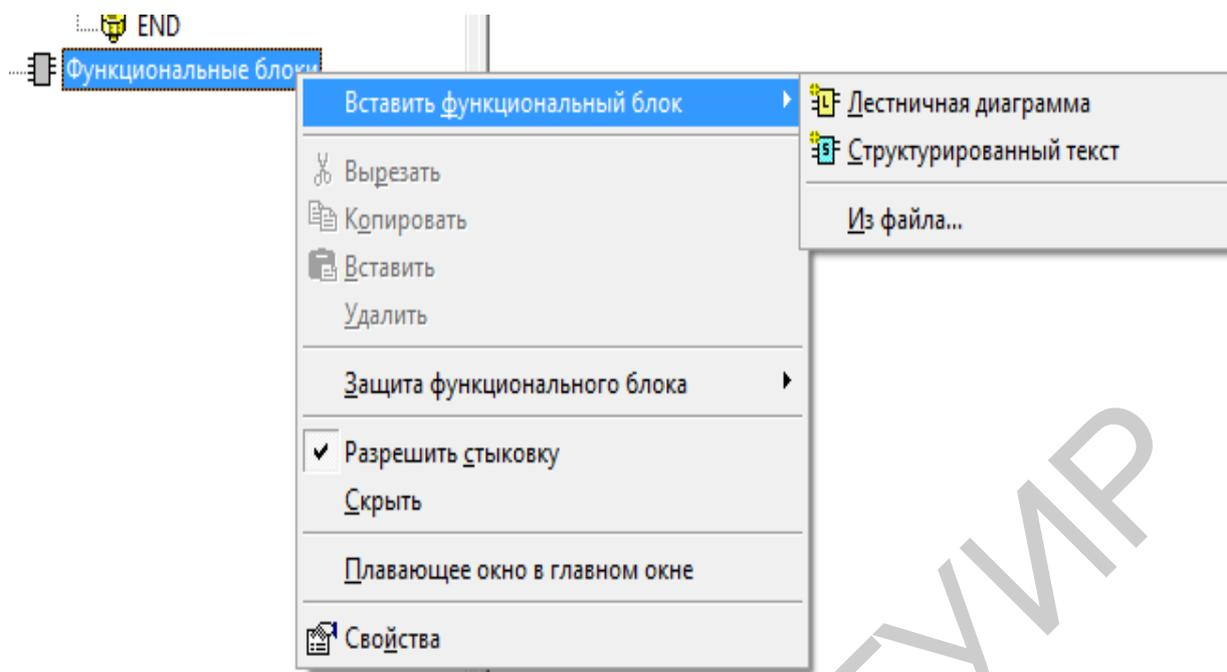

Рисунок 5.4 – Создание функционального блока структурированного текста
1. В разделе «Функциональные блоки» с помощью правой кнопки мышки открыть контекстное меню, выбрать опцию «Вставить функциональный блок». В раскрывшемся списке выбрать опцию «Структурированный текст» (рисунок 5.4).